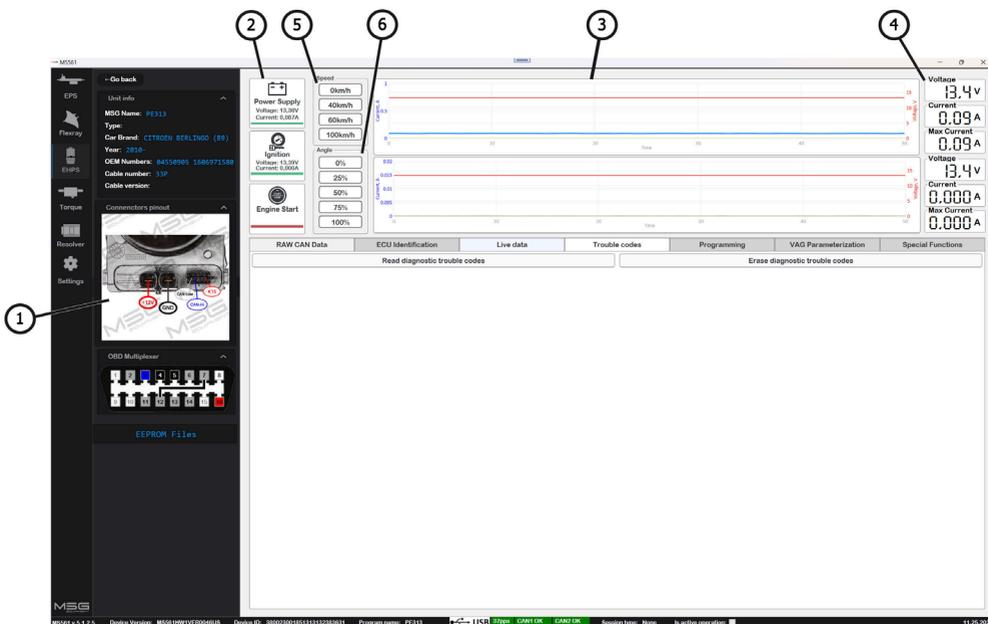

Рисунок 5. Окно программы тестера MS561 PRO – диагностика агрегата
- Последовательно увеличивайте скорость вращения руля (поз. 6 рис. 5) – значения **потока жидкости** должны расти.
- Последовательно увеличивайте скорость автомобиля (поз. 5 рис. 5) – значения **потока жидкости должны уменьшаться**.
- Установите значения скорости автомобиля и скорости вращения руля (поз. 5 и 6 рис. 5) равные **нулю**. На тестере MS511 кран режимов проверки переведите в положение «**PUMP**», вращая его по часовой стрелке до упора. **При полном заперении клапана тестера насос должен создать давление равное 100 бар и остановится на этом значении** (как правило насосы настроенные на данное значение давления). В этом случае значение потока жидкости на тестере должно снизиться до нуля. Этот тест дополнительно проверяет насос под нагрузкой, что приводит к значительному увеличению потребляемого тока.
- В программе тестера MS561 PRO выключить агрегат, нажав на кнопки (см. поз. 2 рис. 5) в такой последовательности: «**Engine Start**», «**Ignition**», «**Power Supply**».